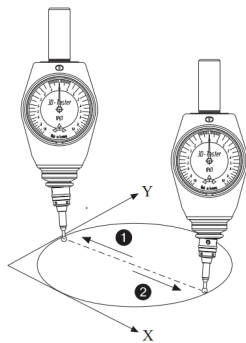

Fig. 9
---Coloque a sonda do testador 3D no furo e avance ao longo do eixo X até que a sonda entre em contacto com a peça de trabalho e o ponteiro aponte para "0" (Fig. 9).